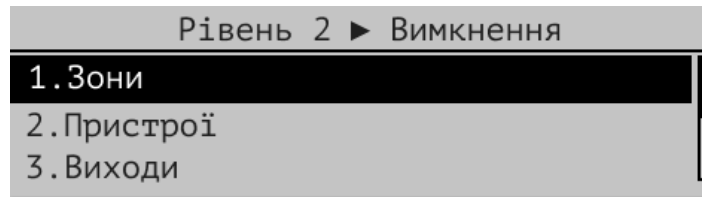

Рисунок 9.3.1 – Вікно меню об'єктів вимкнення/увімкнення
9.3.1 В розділі меню [Вимкнення] надається можливість вимкнення та повторного увімкнення компонентів СПСА: зон, пристроїв, виходів, входів, автоматики ПУіЗ, а також передавання подій на ПЦПС. Вікно меню показано на Рис. 9.3.1.